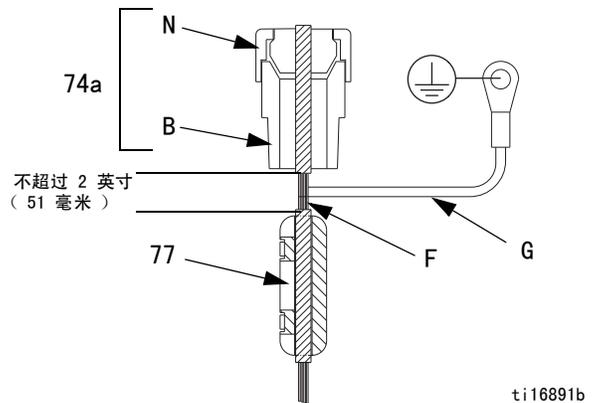

图 13. IS 电路被覆线
19. 将 IS 被覆线用螺丝固定到导电应力消除 (74a)，并将其连接至 J2 和 J3。请参见图 13 和**电路图** (第 10 页)。
20. 参见图 13。将螺母 (N) 紧紧拧紧到导电应力消除 (74a) 上。将铁氧体 (77) 安装至被覆线 (F)，距导电应力消除 (74a) 底部不得超过 2 英寸 (51 毫米)。将接地线安装到接线盒中的接地螺钉上。
21. 安装新的垫圈 (33)、盖子 (34) 和六个螺钉 (12)。
22. 拆除电路板盖 (34) 上的旧标牌 (L)。给盖子上装上新标牌 (L)。
23. 输入新标牌 (L) 上的校准信息来校准传感器：
24. 用两个螺钉 (12) 重新装上盖子 (32)。